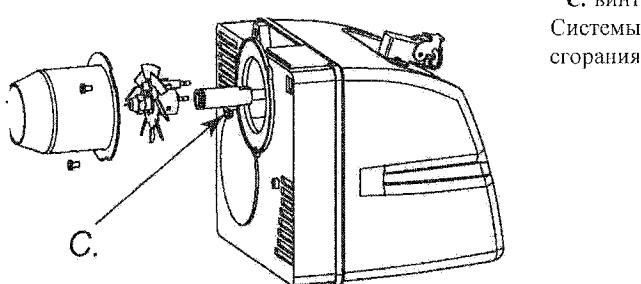

Рисунок 13 – Комплект диск-электроды.
- Выкрутить винт (С на Рис. 13) соединяющий диск с огневыми электродами и вынуть рукоятку насадки (Рис. 13).